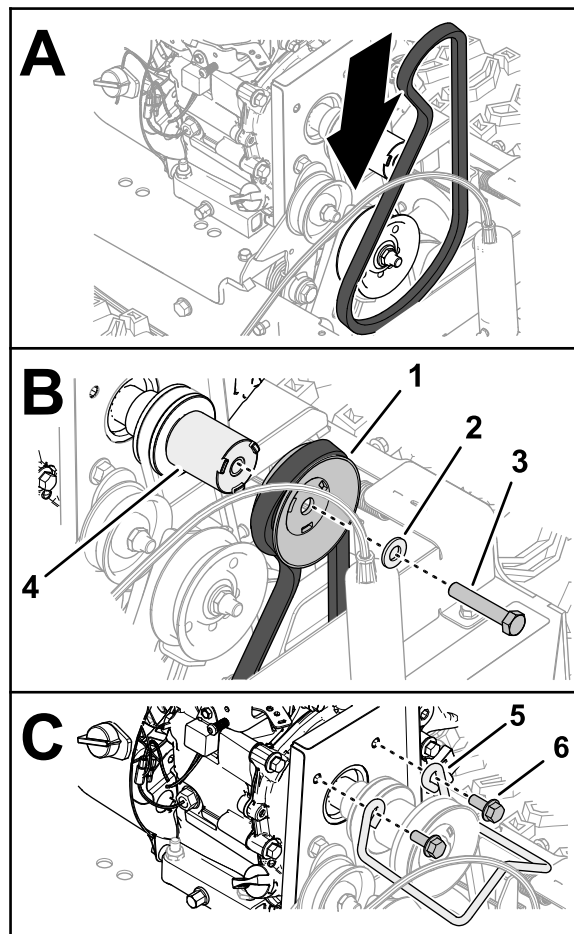

Figure 45
- Chaussez la courroie de 96 cm dans la gorge de la poulie de l'arbre d'entraînement (Figure 45).
- Chaussez la courroie dans la gorge de la poulie d'entraînement de la brosse (Figure 45).
- Placez la poulie d'entraînement de la brosse sur l'entretoise (Figure 45).
- Fixez la poulie et l'entretoise sur l'arbre d'entraînement (Figure 45) à l'aide de la vis (3/8" x 2").
7. Fixez le guide-courroie sur le moteur à l'aide des 2 vis à embase (Figure 45).